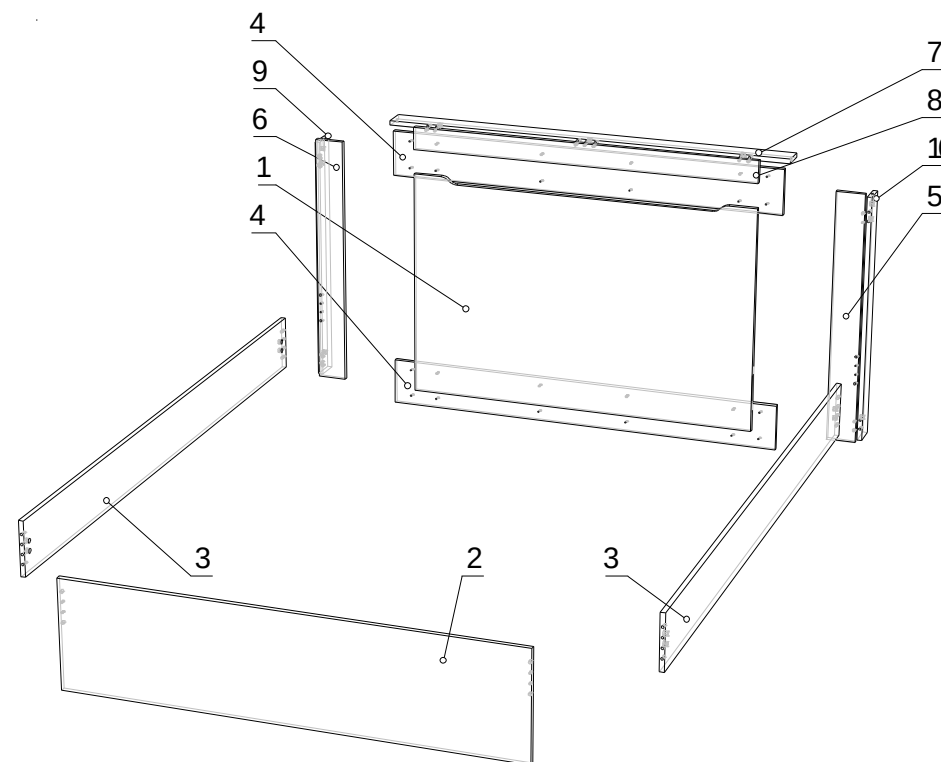

Рис. 1 Установка уголков
Для жесткого соединения кроватных оснований с корпусом кровати, установите монтажные уголки (21), используя саморезы (18), после окончательной сборки и установки в помещении данного изделия (см. рис.1).